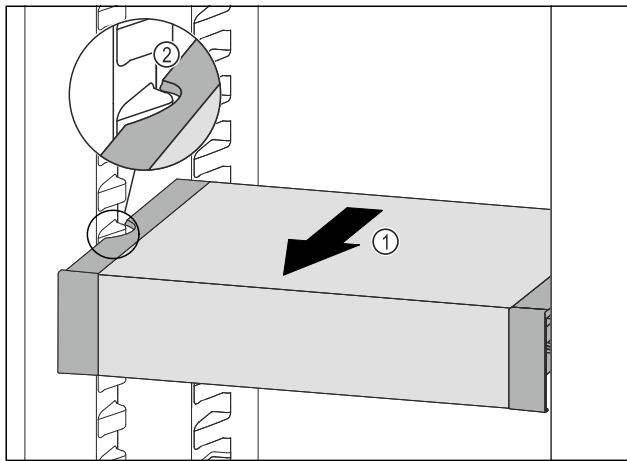

Fig. 93
- Tirare VarioSafe in avanti Fig. 93 (1) fino a quando le cavità laterali di VarioSafe non si trovano al livello della nervatura del contenitore nel vano frigorifero. Fig. 93 (2)